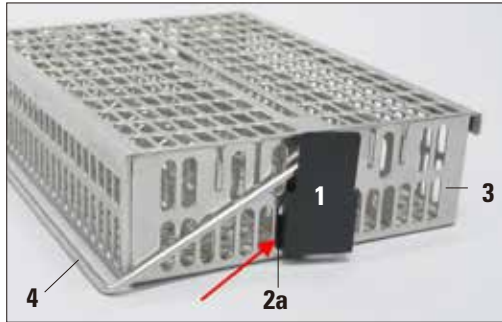

図 9
- 反射防止クリップ（1）の左のラグ（2a）を、下側の楕円形開口部（図 9）の（左から）7 番目の穴に差し込みます。